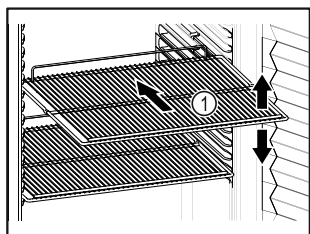

Fig. 50 Примерно изображение
- Ако стелажите за съхранение Fig. 50 (1) могат да се местят, регулирайте ги според височината.